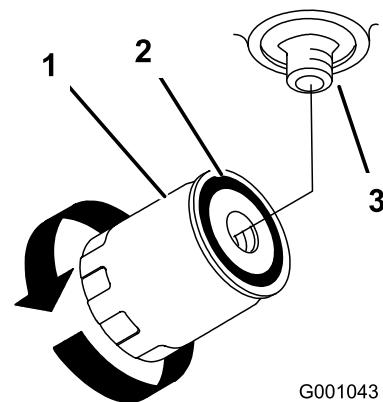

Figure 74
- 4. Déposez le filtre usagé et essuyez la surface du joint de l'adaptateur (Figure 74).
- 6. Montez le filtre de rechange sur l'adaptateur. Tournez le filtre dans le sens horaire jusqu'à ce que le joint rejoigne l'adaptateur, puis donnez 1/2 tour supplémentaire (Figure 74).